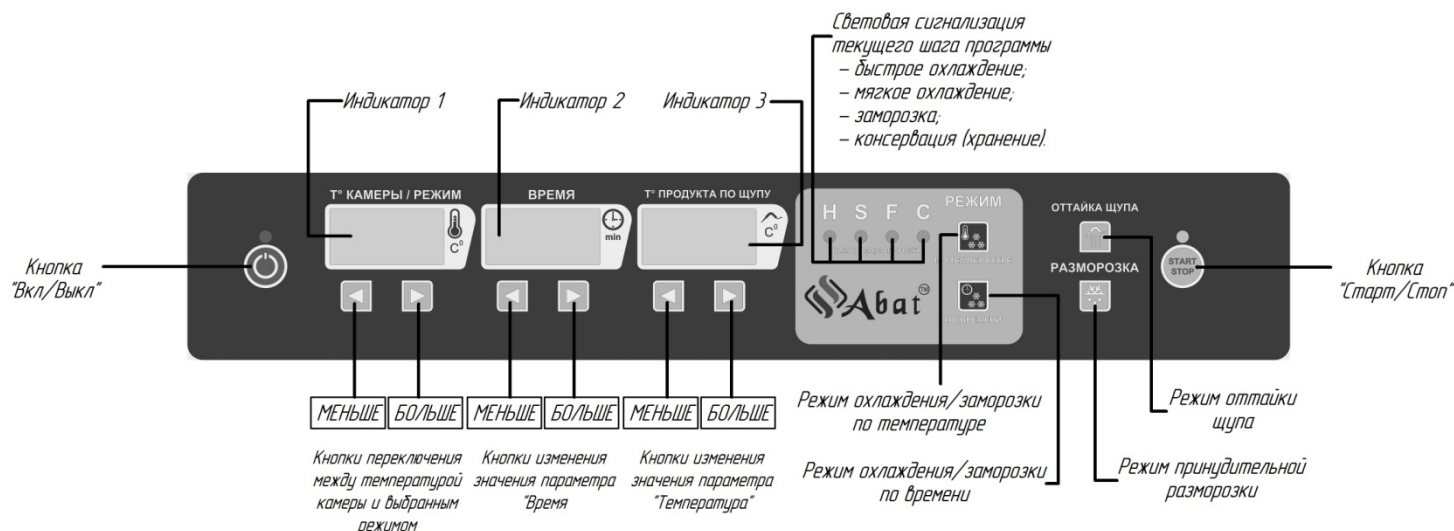

Рис.4 Расположение органов управления на панели
- режим ожидания "STOP" - оборудование включено в сеть, в этом режиме можно выбирать и запускать рабочие программы. При этом на индикаторах 1,2,3 (рис. 4) показываются соответствующие значения.